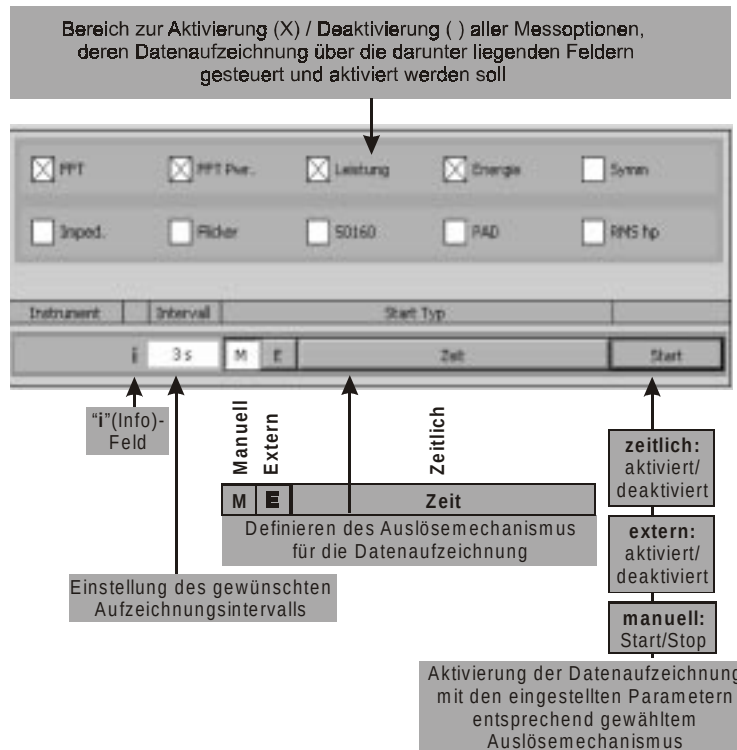
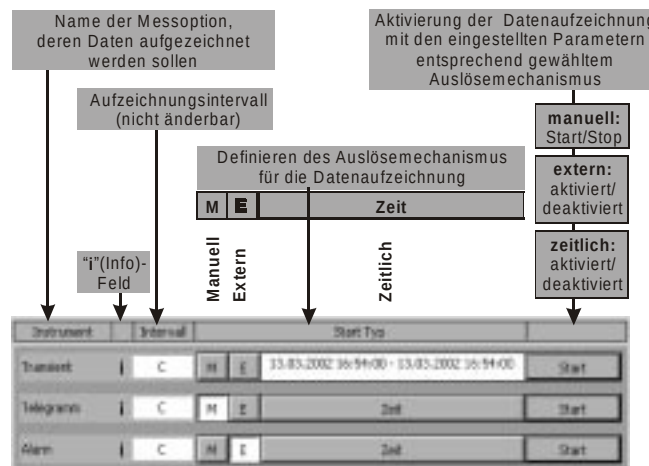

Abbildung 9.26:
Abbildung 9.27:
Abbildung 9.26 und Abbildung 9.27 zeigen einen Überblick über die Einstellungsmöglichkeiten und –bereiche im Anzeigefenster:
- **Aktivierung der Messoptionen** im Gruppenfeld des oberen Anzeigebereichs (Abbildung 9.26):